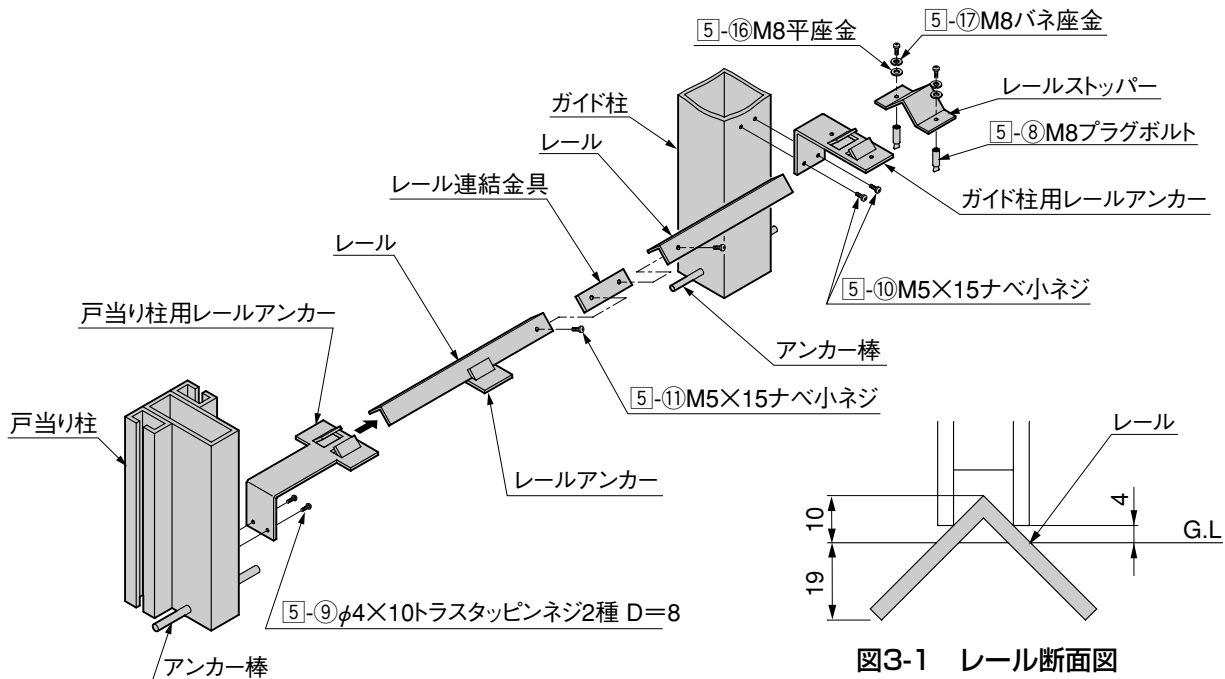

図3-1 レール断面図
- レールは必ず水平をとり、図3-1のようにモルタル仕上げのG.L.より10mm出るようにしてください。